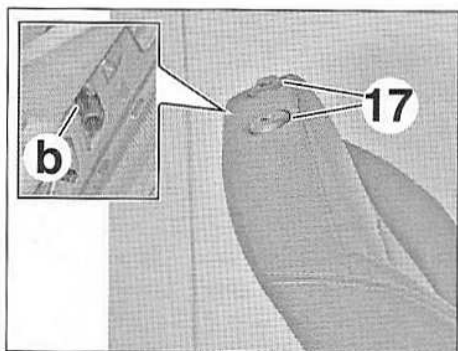

FIG.19
- Déposer les guides d'appui-tête (17) en agissant sur le verrouillage (b) (Fig.19).